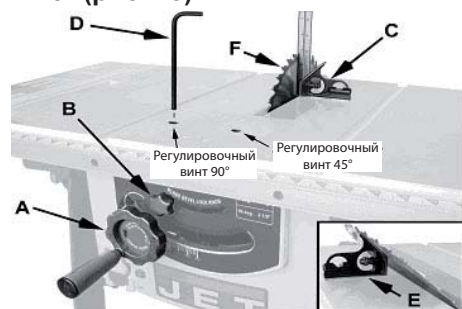

Рис. 18
**Упор-ограничитель под углом 90° и 45° (рис. 18)**